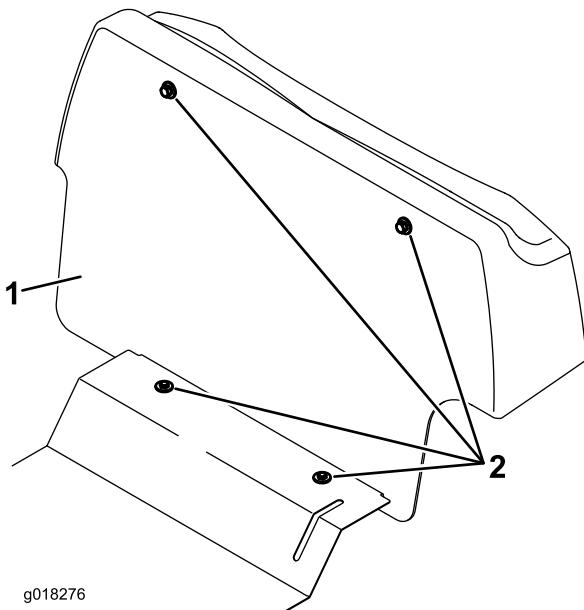

Figura 1
- Rimuovete la piastra dietro il sedile dell'operatore svitando i 4 bulloni (Figura 1).